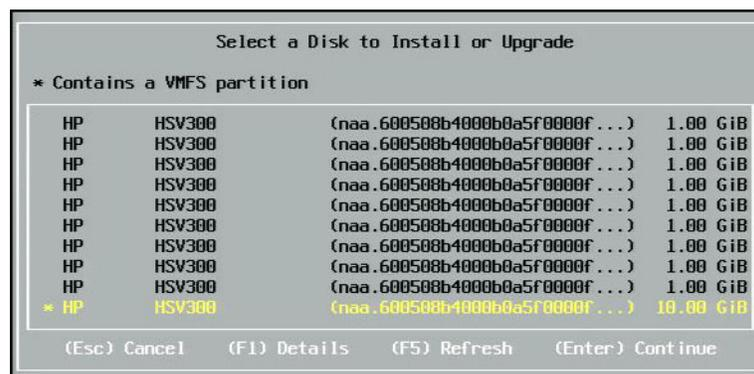

Ilustración 14-31. Selección de disco ESXi
4. En la ventana Select a Disk (Seleccionar un disco) (Ilustración 14-31), desplácese hasta el LUN de inicio para la instalación y, a continuación, presione INTRO para continuar.